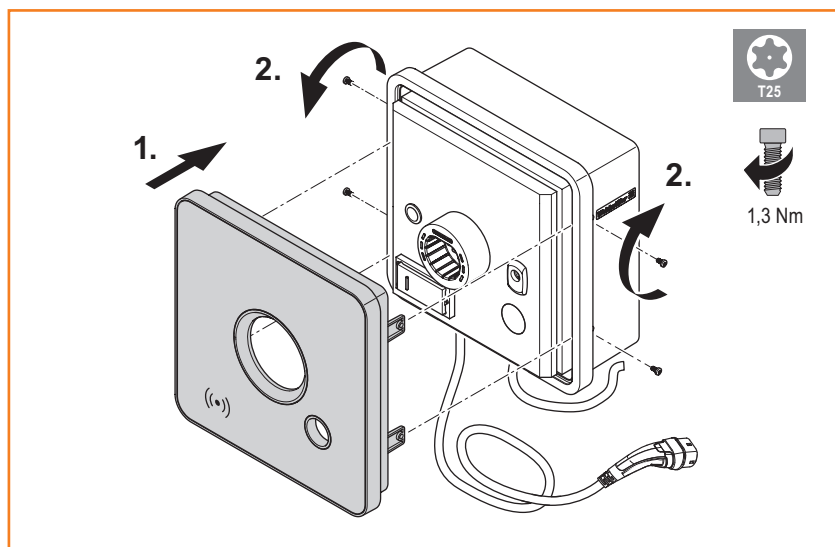

Bild 5 Gehäusedeckel am Gehäuse anschrauben
- ▶ Stecken Sie den Gehäusedeckel auf das Gehäuse, so dass die Stege in die seitlichen Führungen fassen (siehe Bild 5).
- ▶ Schrauben Sie den Gehäusedeckel an beiden Seiten wieder fest (siehe Bild 5).